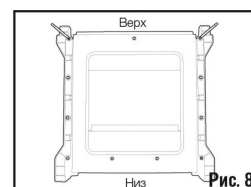

Рис. 8
- Завинтить два включенных в поставку приспособления для монтажа подкладки в верхний левый и правый углы узла внутренней стенки измерительного водослива. Необходимо убедиться, что узел внутренней стенки измерительного водослива установлен в определенном положении при помощи трех болтов в верхней части и четырех болтов в нижней части (см. Рис. 8).